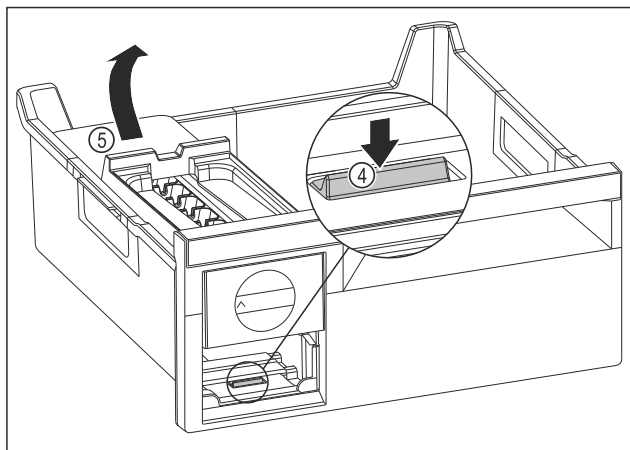

Fig. 89
- Вийняти корпус EasyTwist-Ice: натиснути накладку Fig. 89 (4) пальцем вниз і одночасно підняти корпус EasyTwist-Ice Fig. 89 (5) ззаду іншою рукою.